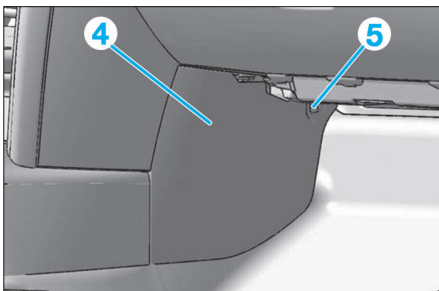

FIG. 20
- Déposer les agrafes (5), puis le cache (4) (Fig.20).